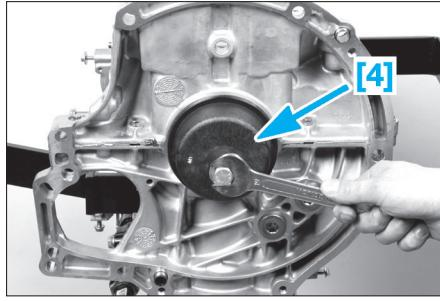

FIG. 84
- Outil de montage des bagues d'étanchéité de vilebrequin [4] (Ref PSA : 0194.M) côté volant moteur et [5] (ref PSA : 0194.L) côté distribution (Fig.84).